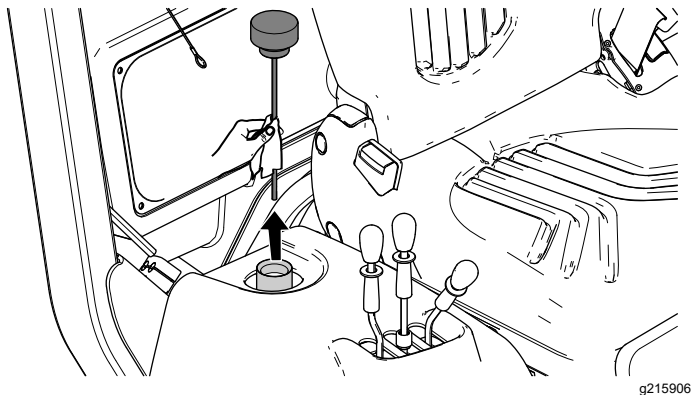

Figura 98
4. Îndepărtați joja de la rezervorul hidraulic i tergei-o cu o lavetă curată (Figura 98).